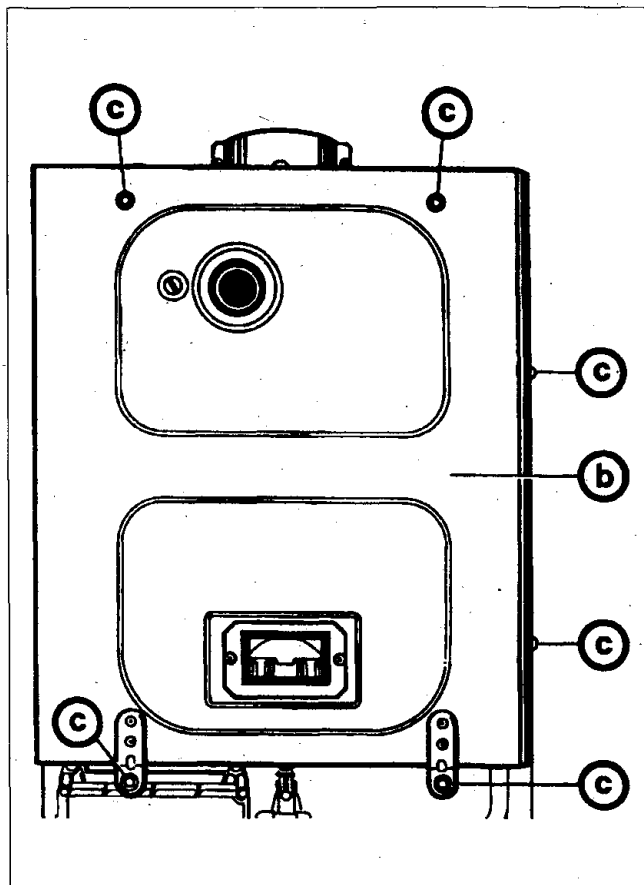

Bild 74
- Deckel (b) montieren und mit Schrauben (c) anschrauben (Bild 74).
- Deckel (b) montieren (Bild 74).